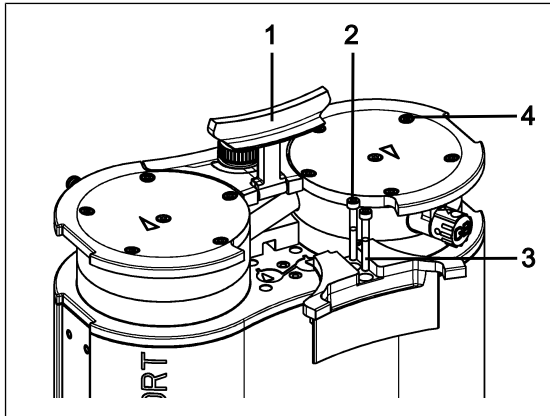

Abb.8: Blende abmontieren
1. Stellen Sie den Griff (1/Abb. 8) in eine senkrechte Position.
2. Lösen Sie die Schrauben (2/Abb. 8) der Blende (3/Abb. 8).
3. Entfernen Sie die Blende (3/Abb. 8).
4. Lösen Sie die außenliegenden Kopfschrauben (4/Abb. 8).
2. Lösen Sie die außenliegende Schrauben (**4**/Abb. 8) von den Pumpenköpfen.
1. Bringen Sie die Membranen (7) in Mittelstellung.
2. Drücken Sie den Rand der Membrane (7) rundum an. Drücken Sie die Membrane (7) nur an einem Pumpenkopf an.
3. Setzen Sie die Zwischenplatte (6) mit Ventilplatten/Dichtungen (4) entsprechend dem Bleistiftstrich auf die Aufnahme.
4. Setzen Sie den Kopfdeckel (3) entsprechend Passstift (5) auf die Zwischenplatte (6).
5. Setzen Sie die Druckplatte (2) entsprechend Bleistiftstrich auf den Kopfdeckel.
7. Ziehen Sie die Schraube (1) in der Mitte der Druckplatte fest (Anziehmoment: 1 Nm).
9. Setzen Sie die Pumpenköpfe (bestehend aus Kopfdeckel (3), Zwischenplatte (6) mit Ventilplatten/Dichtungen (4) und Druckplatte (2)) zusammen mit dem Verschaltungsrohr entsprechend dem Bleistiftstrich auf das Pumpengehäuse.
10. Montieren Sie die Griffblende (3/Abb. 8).
11. Ziehen Sie die Schrauben (2/Abb. 8) der Griffblende (3/Abb. 8) an (Anziehmoment: 2 Nm).